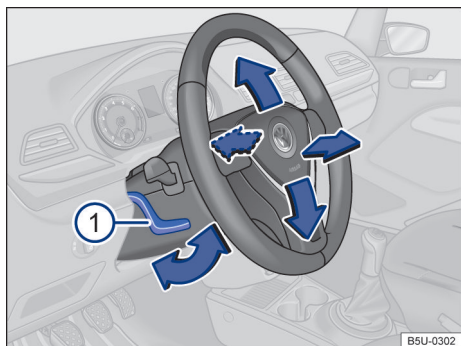

Fig. 53 Embaixo e a esquerda do volante junto com o revestimento da coluna de direção: alavanca de ajuste da posição do volante.
- Empurrar a alavanca → **Fig. 53** ① para baixo e colocar o volante na posição desejada.